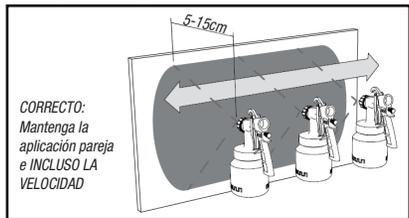
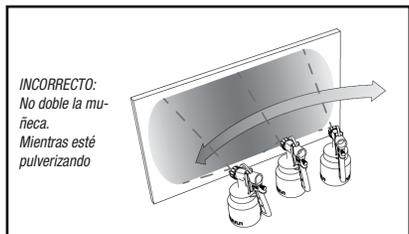

Figura 6A
Figura 6B
- El desplazamiento del pulverizado no deberá provenir de la muñeca sino del brazo, de esta manera se asegura siempre la misma distancia entre la pistola y la superficie. Elija una distancia de 5-15cm, según la anchura deseada del chorro de pulverizado. La (figura 6A) indica la posición correcta, en la cual la distancia al objeto es uniforme; en cambio la (figura 6B) enseña la posición incorrecta ya que la distancia desigual da lugar a un laqueado irregular.